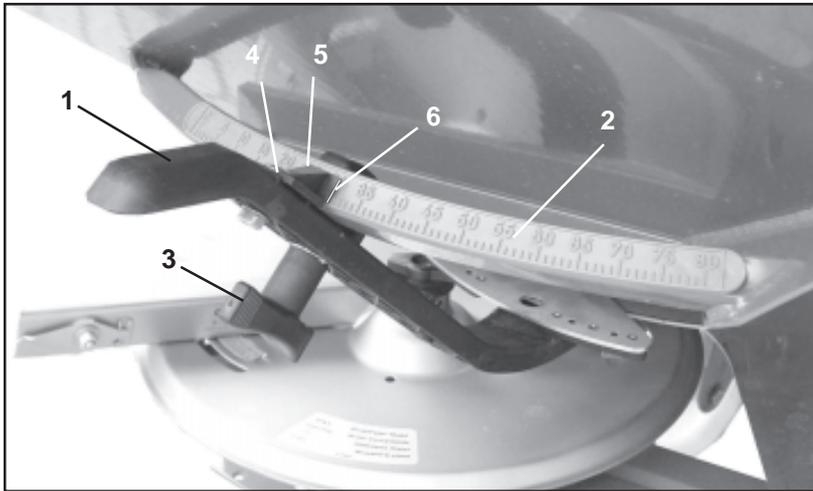

Fig. 9.4
- Aflojar el tornillo hexagonal (9.4/4). Alinear el indicador (9.4/5) con el valor de escala „8“ y fijar con el tornillo hexagonal. El canto de lectura del indicador está en la Fig. 9.4/6.